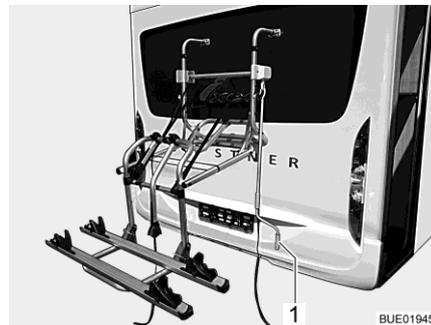

Fig. 2 Porte-vélos, abaissé
- Mettre en place la manivelle (Fig. 2,1) sur le porte-vélos et abaisser le porte-vélos à portée de main.